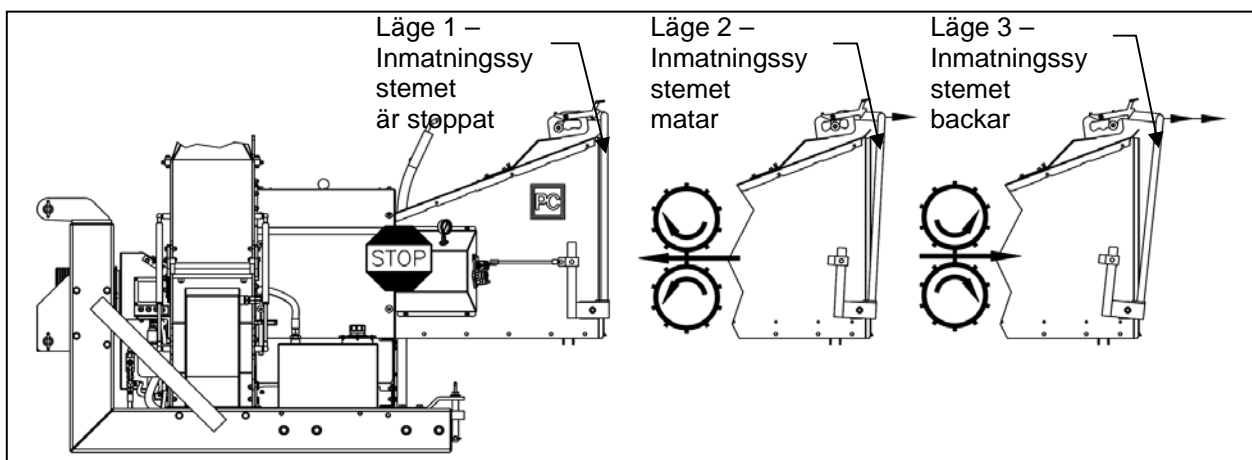

Bild 3: Styrbygelns lägen
De tre lägena finns beskrivna i bild 3.
När flishuggen startas ska du kontrollera att införingsvalsen eller -valsarna roterar korrekt i förhållande till styrbygelnns läge (se bild 3). Om de inte gör det kontrollerar du om hydraulslangarna är korrekt monterade. En beskrivning av detta finns i avsnitt 6,14.
5. Sätt styrbygeln i läge 2 (se bild 3).